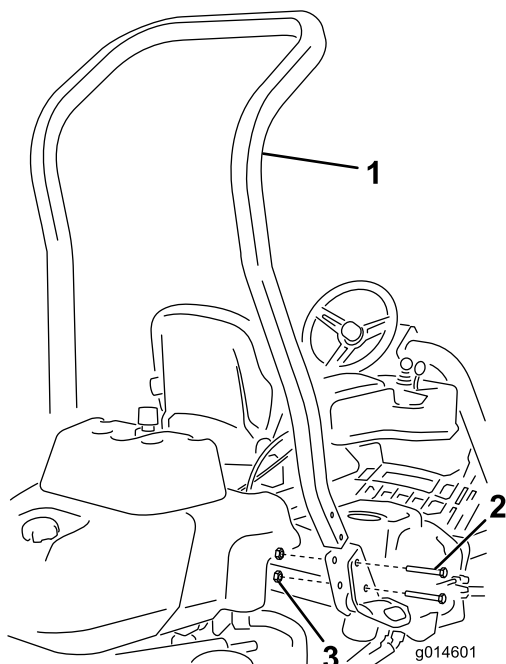

Figura 3
3. Instale la barra antivuelco en los alojamientos laterales de la máquina usando 4 pernos ($\frac{1}{2}$ " x $\frac{3}{4}$ ") y cuatro tuercas con arandela prensada ($\frac{1}{2}$ ") (Figura 3)..